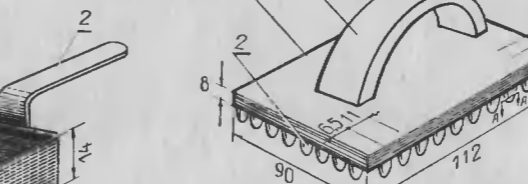

Рис. 19
**Растильня (рис. 19).** Изготовьте ее в виде кюветы с закругленными углами по периметру и у дна.